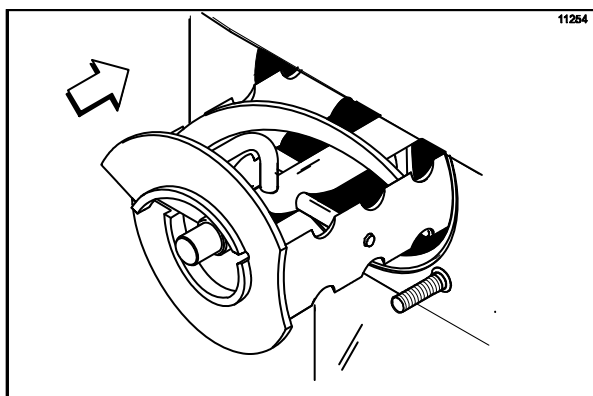

Рисунок 114
4. Удерживая ножи на узле битера вставьте узел битера в морозильный цилиндр. Крепко зафиксируйте торец вала в гнезде приводного вала. (См. рис. 114)